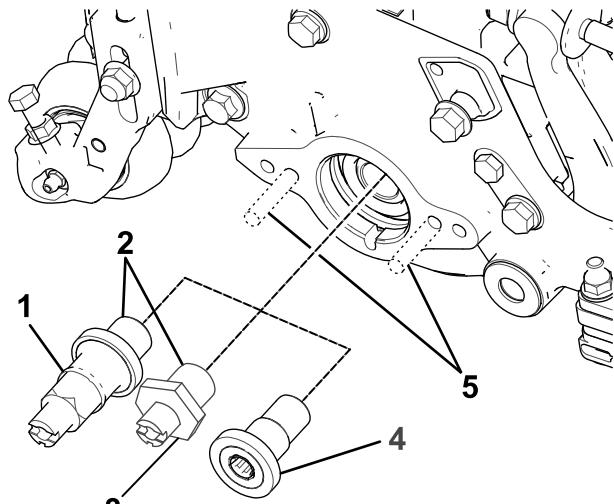

図6
11. カッティングユニットのねじ山付きインサートを外して捨てる図6。
13. 駆動シャフトのねじ山図6にロックタイト242青を塗り、駆動シャフトを取り付けてトルク締めする $115\text{--}128 \text{ N}\cdot\text{m}$ $15.9\text{--}17.7 \text{ kg}\cdot\text{m}$ = $85\text{--}95 \text{ ft-lbs}$ 。